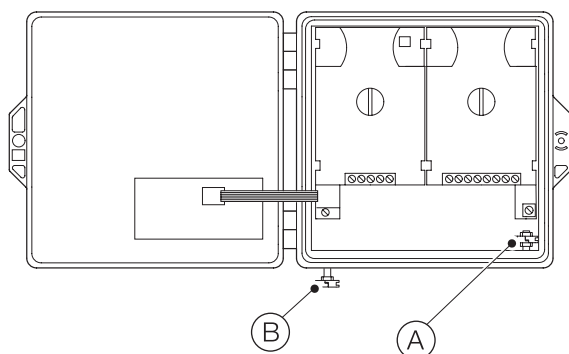

Figure 9 Connexions à la terre de l'AWT210
En vous reportant à Figure 9, des connexions à la terre sont prévues : à l'intérieur (A) et à l'extérieur (B).